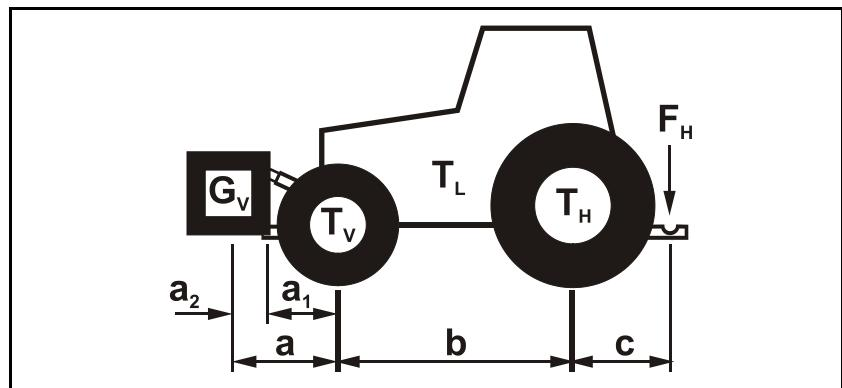

Fig. 119
- **Super-S-bommer Fig. 119/...**: